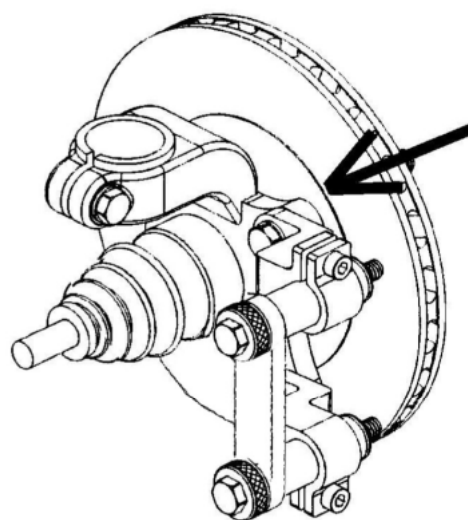

Рисунок 13
3. Используйте синий крепежный адаптер, если отверстия для крепления суппорта имеют резьбу (см. рис.13).
3. Зафиксируйте крепежный адаптер с помощью оригинальных болтов тормозного суппорта, через резьбовые отверстия для крепления тормозного суппорта (см. рис.13).